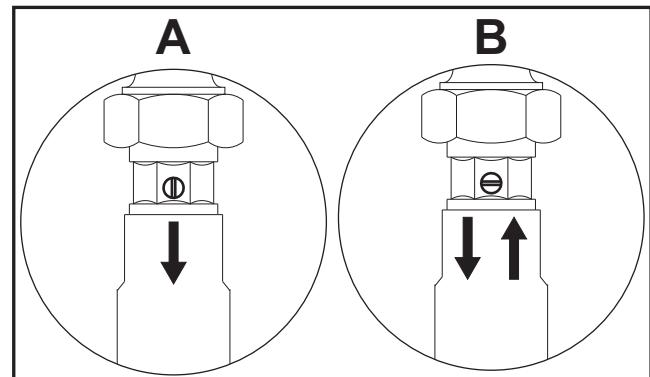
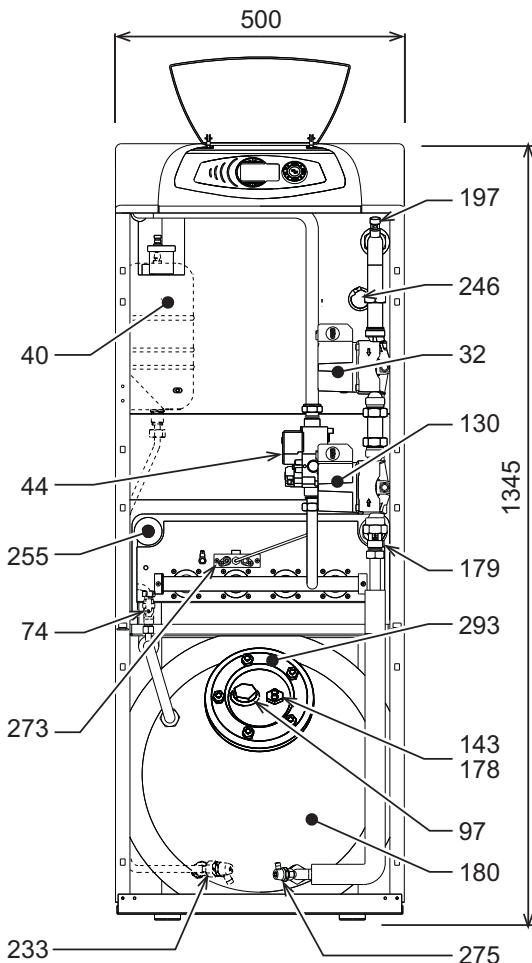

fig. 21
fig. 24 - Dimensionale e componenti principali
- Per lo svuotamento del bollitore utilizzare il rubinetto di scarico 233 di fig. 24 previa chiusura delle valvole di caricamento dalla rete idrica; utilizzare come sfiato un punto di prelievo dell'acqua calda (lavabo, doccia ecc.).
- Per vuotare completamente l'impianto di riscaldamento utilizzare il rubinetto 275 di fig. 24 dopo avere sbloccato gli otturatori delle due valvole di non ritorno part. 179 di fig. 24 (vedere anche fig. 21). Utilizzare come sfiato le valvoline dei radiatori. Se la caldaia è collegata all'impianto mediante saracinesche di servizio, verificare la loro completa apertura. Qualora la caldaia fosse situata in un punto più alto rispetto ai radiatori, la parte di impianto comprendente questi ultimi dovrà essere svuotata separatamente.
- Per svuotare solamente l'acqua contenuta nella caldaia chiudere le valvole di intercettazione e aprire completamente il rubinetto (255 - fig. 24). Successivamente, sbloccare gli otturatori delle valvole di non ritorno (179 - fig. 24). Per ultimo, aprire il rubinetto 197 di fig. 24.
Prima di riempire nuovamente l'impianto ricordarsi di richiudere il rubinetto di scarico, le valvoline di sfiato dei radiatori nonché di bloccare gli otturatori delle valvole di non ritorno 179 di fig. 24.